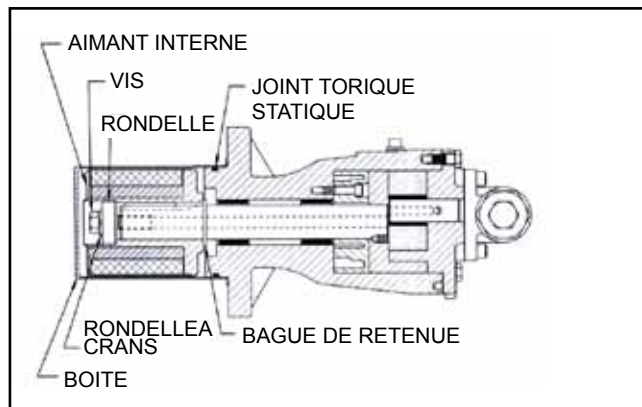

FIGURE 17
3. Insérez une barre de cuivre entre les dents du rotor par l'orifice et dévissez la vis qui maintient l'aimant interne à l'arbre (Voir Figure 17). Sortez la rondelle, la rondelle à crans et l'aimant interne de l'arbre. N'oubliez pas qu'il s'agit d'un aimant très puissant. S'il est nécessaire de démonter la pompe, retirez le deuxième anneau de retenue.